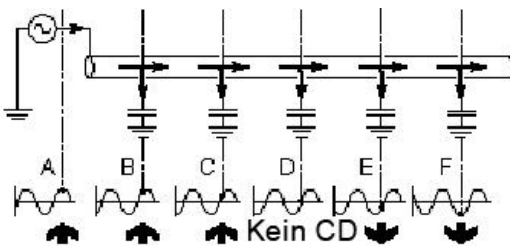

Abbildung 10.2: CD-Rücksetzung (Reset)
Abbildung 10.2 zeigt eine unterirdische Leitung mit einer signifikanten Kapazität zur Erde. Hier ist die allmähliche Phasenwinkelverschiebung entlang der Leitung dargestellt. Das Diagramm zeigt einen Referenzpunkt zu jeder Wellenform. Zunächst tritt ein Referenzpunkt rechts auf der Amplitude einer positiven Halbwelle (A) auf. Er bewegt sich allmählich zum Nulldurchgang (D) und endet an der Amplitude einer negativen Halbwelle (F). Die angezeigte Richtung hat sich von vorwärts auf rückwärts geändert. Am Nulldurchgang (D) kann die Richtung des Signalstroms nicht bestimmt werden. An diesem Punkt werden die CD-Pfeile auf dem RD8100 Empfänger aufblinken. Im in der Abbildung wiedergegebenen Beispiel wird durch Rückkehr zu Punkt (C) – dem letzten Punkt, an dem eine korrekte CD-Anzeige erfolgt ist – und einem durchgeführten CD-Reset die Reaktion bei (F) gleich der von (A) sein.